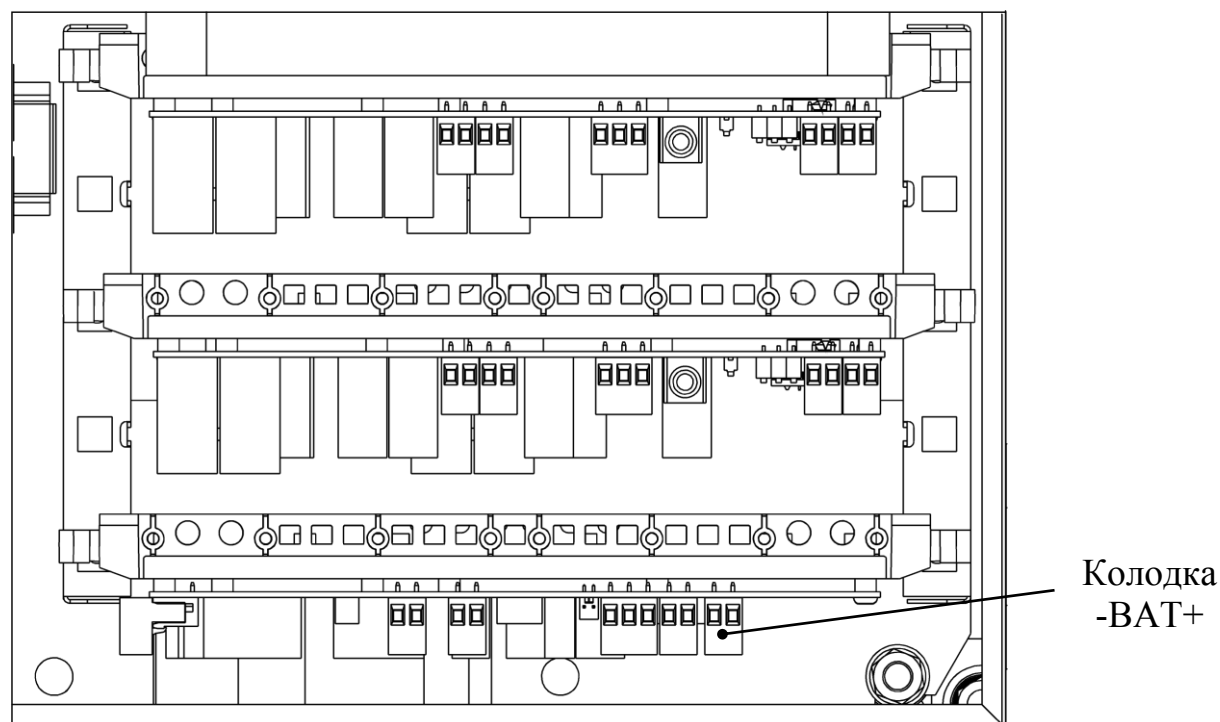

Рис. 32
- подключите колодку проводов аккумуляторных батарей "-BAT+" к соответствующему разъему модуля питания (рисунок 32).